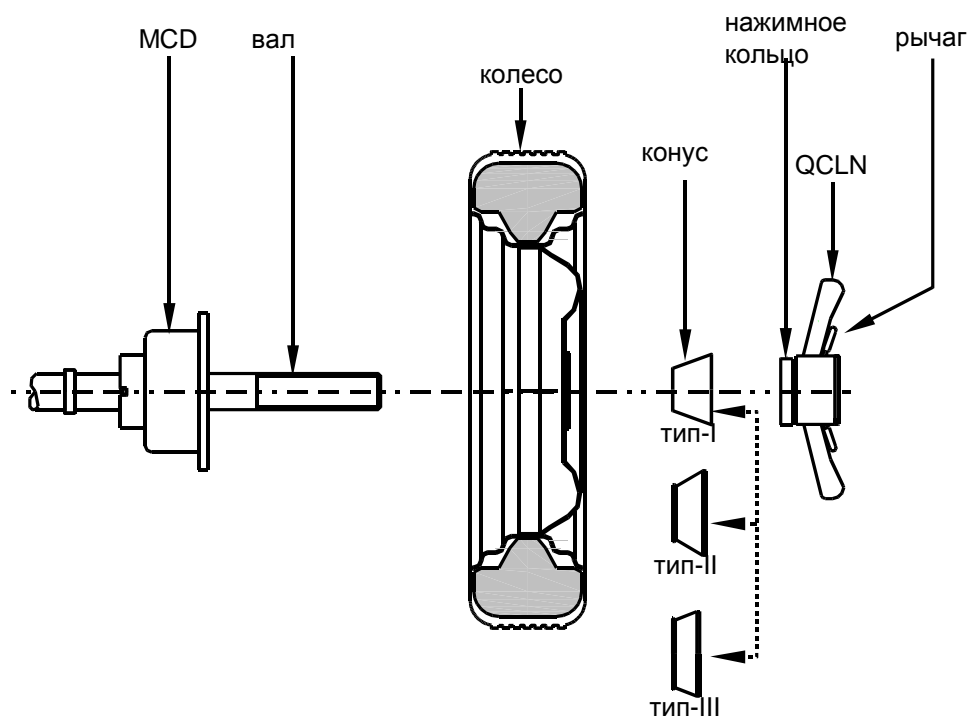

рис. 14
2. Поднимите колесо на вал и плавно надвиньте его, состыковывая с поверхностью MCD, как показано на рис. 14.